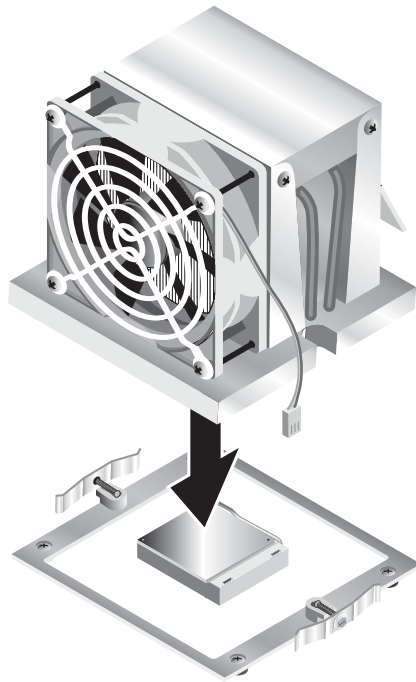

図 4-12 ヒートシンク/ファンアセンブリの取り付け
8. ヒートシンク/ファンアセンブリを CPU 上に慎重に配置し、耐熱グリスの層に最初に接触した後はあまり動かさなくてすむように、取り付けポストの位置を合わせます (図 4-12 を参照)。